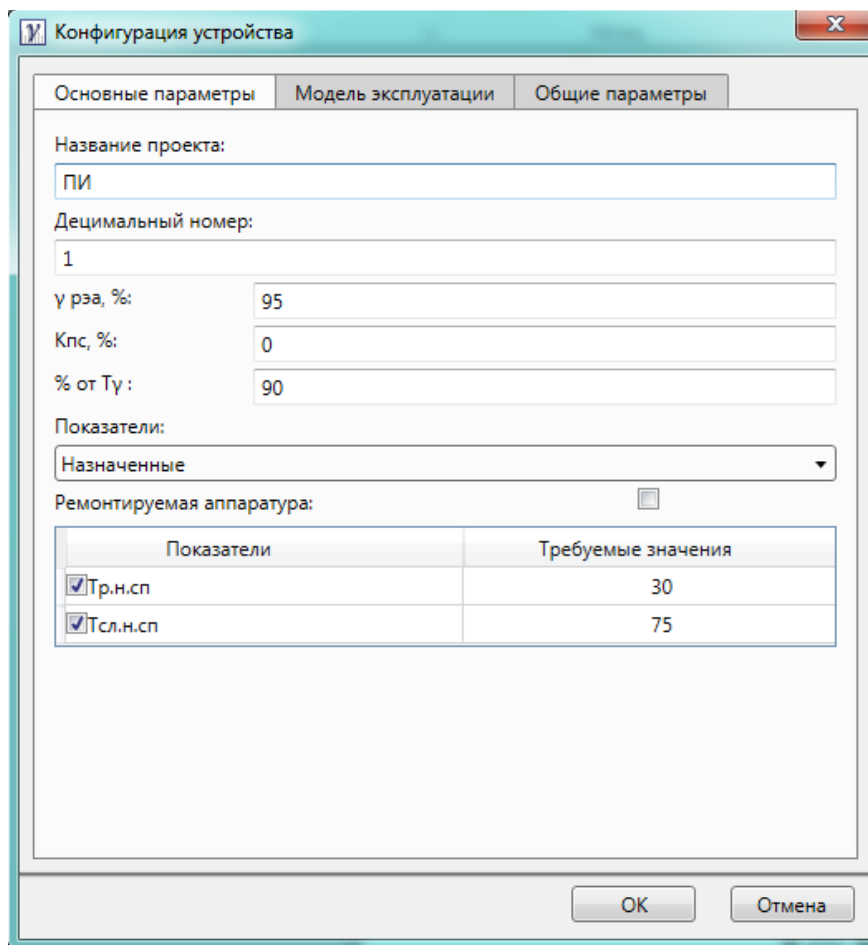

Рисунок 3.8. Меню «Конфигурация устройства», вкладка «Основные параметры»
Перед проведением расчетов необходимо задать параметры устройства, режимы эксплуатации, также настроить такие параметры как десятичный номер, название проекта и т.д. Для проведения подобной настройки служит окно «Конфигурация устройства» (см. рисунок 3.8). Для вызова этого окна необходимо в пункте меню «Проект», выбрать «Параметры проекта».
- В появившемся окне (см. рисунок 3.8), по умолчанию открыта вкладка «Основные параметры» задающая следующие параметры: название устройства [4];